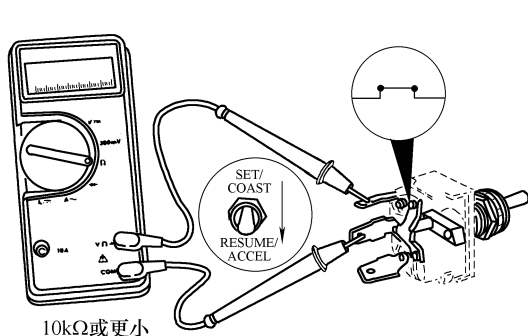

图 5-136 开关在恢复/加速位置测量闭路电阻
④ 当开关保持在恢复/加速位置时,万用表必须显示闭路,电阻小于 10Ω ,如图 5-136 所示。如果电阻值不正确,说明开关存在故障,应进行维修。